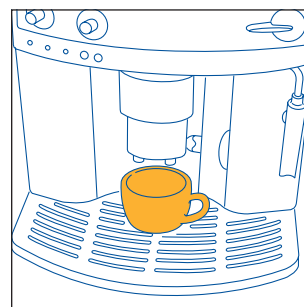
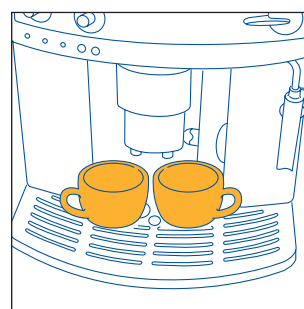
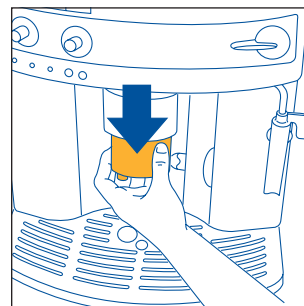

Abb. 9
Abb. 10
Abb. 11
- 4) Stellen Sie unter die Ausgüsse des Kaffeeauslaufs entweder eine Tasse für 1 Kaffee (Abb. 9) oder zwei Tassen für 2 Kaffees (Abb. 10). Um eine besonders gute Crema zu erzielen, bringen Sie den Kaffeeauslauf so weit wie möglich an die Tassen, indem Sie ihn absenken (Abb. 11).